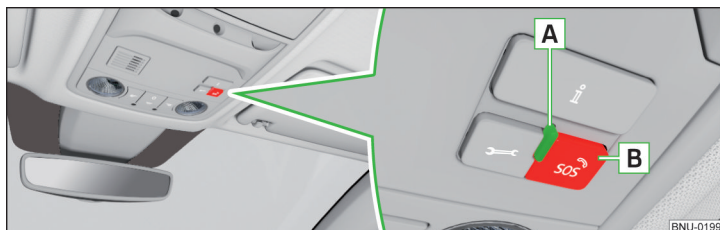

Fig. 11 Touche appel d'urgence
- Maintenir la touche **B** » fig. 11 enfoncée.
L'**état du système** est affiché après avoir mis le contact lorsque le voyant **A** » fig. 11 est allumé.